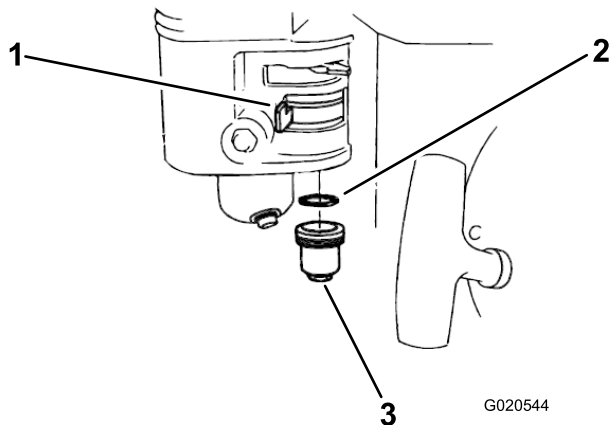

Figura 22
1. Mueva la válvula de combustible a la posición de CERRADO, luego retire la taza de sedimentos y la junta tórica (Figura 22).
3. Coloque la junta tórica en la válvula de combustible e instale la taza de sedimentos (Figura 22).
- Retire la taza de sedimentos (Figura 22) y vacíe el combustible.
- Mueva la válvula de combustible (Figura 22) a la posición de ABIERTO y drene el combustible del depósito en un recipiente apropiado.
- Vuelva a colocar la taza de sedimentos, apretando firmemente (Figura 22).